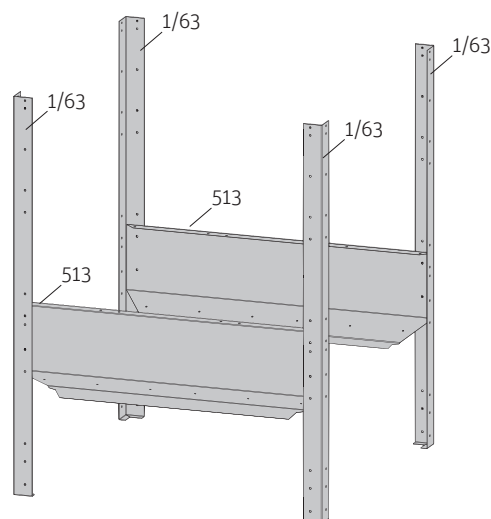

Fig. 6 Profili angolari di supporto con elementi di collegamento
Avvitare 2 elementi di collegamento longitudinali (513). Inserire tutte le viti dall'esterno verso l'interno, avvitare i dadi all'interno e serrarli solamente a mano – Fig. 6.